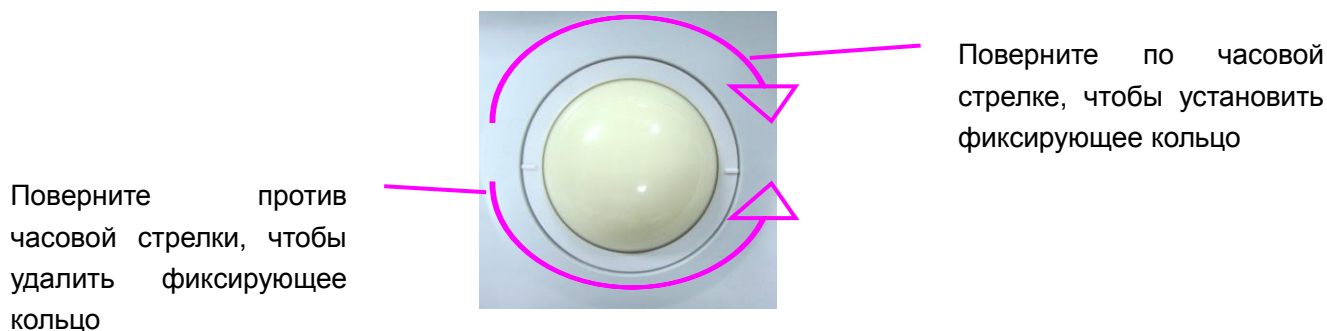

Рис. 15-1 Сборка и Разборка Трекбола
2. Снимите трекбол, как показано на *Рис. 15-1*.